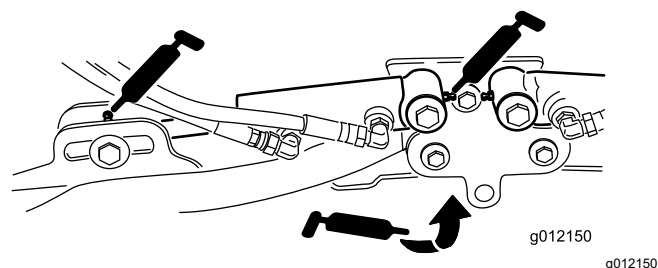

図 71
- 昇降アームのシリンダ 各カッティングユニットの2ヶ所 **図 71**
- 昇降アームのピボット各アームに1ヶ所 **図 71**